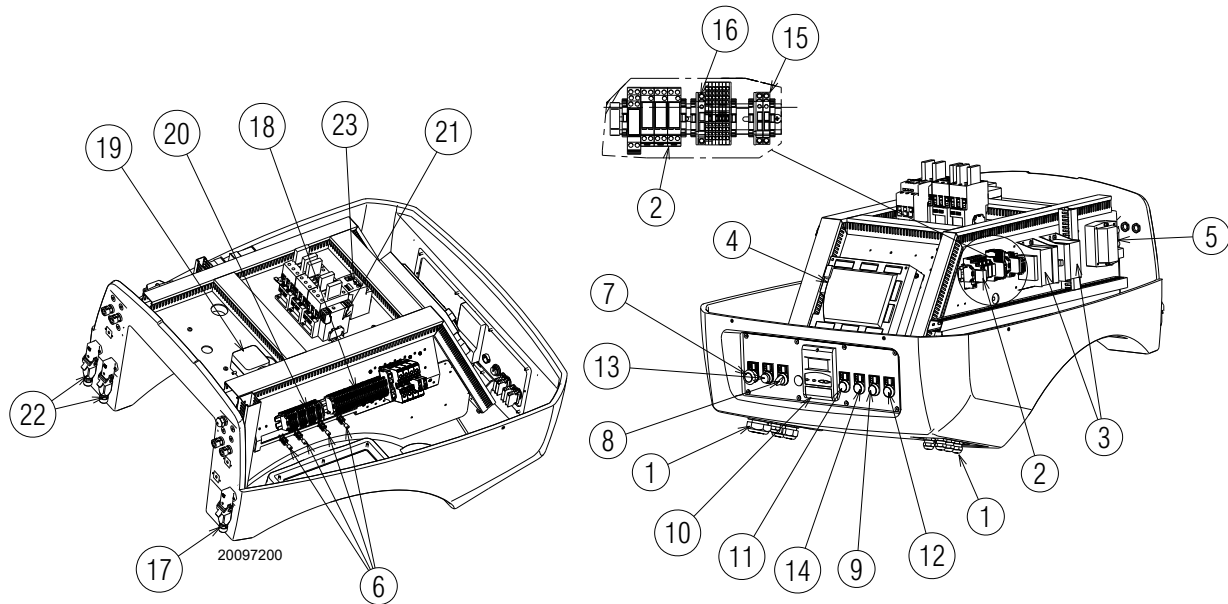

Fig. 6
- **Blocage de la boîte de contrôle:** l'allumage du bouton 13)(Fig. 6) (**DEL rouge**) avertit que le brûleur est mise en sécurité. pour le déblocuer, appuyer sur le bouton 13)(Fig. 6).